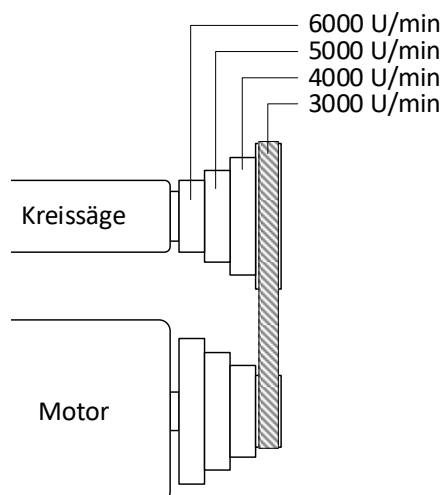

Abbildung 44: Drehzahlschema
- Jetzt den Keilriemen gemäß ⇒ Abbildung 44 auf die gewünschte Drehzahl umlegen. **Faustregel:** Den Riemen immer zuerst von „groß“ nach „klein“ umlegen.
- Stellhebel (H) nach links schwenken